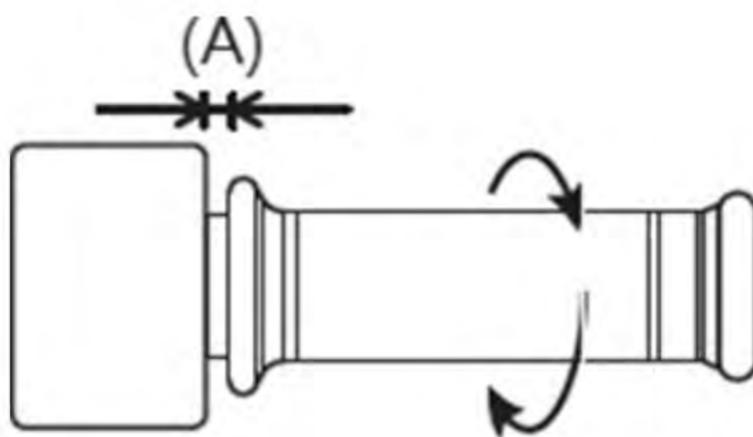

Fig. 5
Beim rechten Heizgriff (Gasgriffseite – Abbildung 5) müssen 2-3 Millimeter Abstand zwischen dem Heizgriff und dem Gasgriff (A) bleiben, damit er sich frei drehen kann.